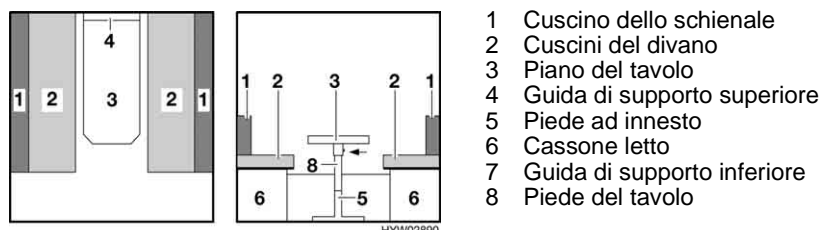

Fig. 42 Prima della trasformazione
- Sistemare i cuscini del divano (Fig. 42,2).
- Sollevare leggermente il piano del tavolo in avanti (Fig. 42,3).
- Dal piede del tavolo estrarre verso il basso il piede ad innesto (Fig. 42,5) e riporlo.
- Sbloccare il piede del tavolo (Fig. 42,8) dall'elemento di fissaggio e ribartarlo verso l'alto sul lato inferiore del tavolo.